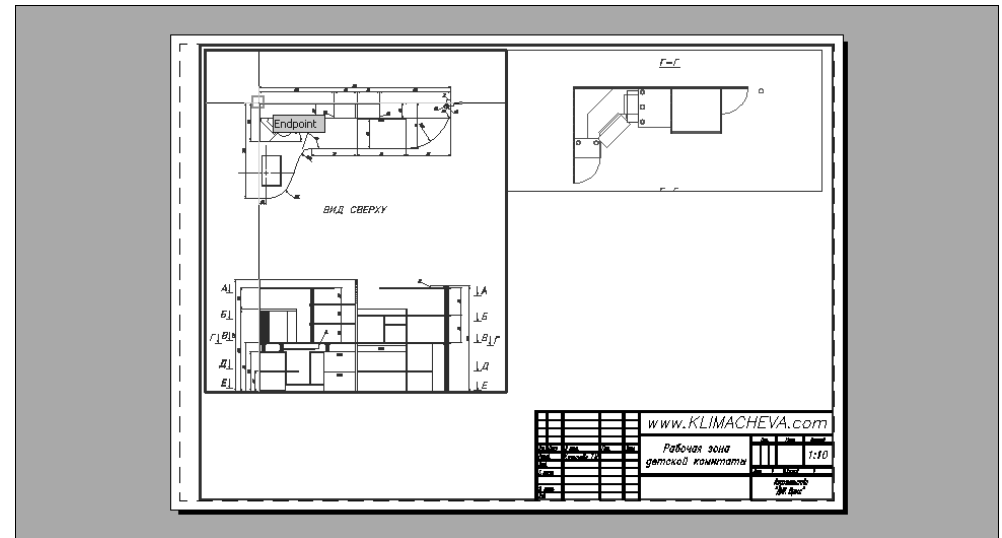

Рис. 13.31 ▼ Выбор базовой точки, по которой должен быть выровнен чертеж на правом видовом экране
15. Введите в командном окне **по (Z)** и **0.04хр**, чтобы привести чертеж разреза **Г-Г** к масштабу 1:25.
16. Теперь было бы неплохо выровнять чертеж вида сверху и разреза **Г-Г** по горизонтали. Для этого нужно использовать команду **Форматл (MVSETUP)**. Введите ее в командном окне, а затем введите опцию **Выровнять (ALIGN)** или просто **в (A)**, для перехода в режим выравнивания.
17. В ответ на запрос выбрать тип выравнивания введите **Горизонтальное (HORIZONTAL)** или просто **г (H)**. AutoCAD предложит выбрать базовую точку. Щелкните на *левом* видовом экране, чтобы сделать его активным, и, включив режим привязки **Конточка (Endpoint)**, выберите точку, которая находится на чертеже вида сверху в левом верхнем углу рабочей зоны (рис. 13.31).